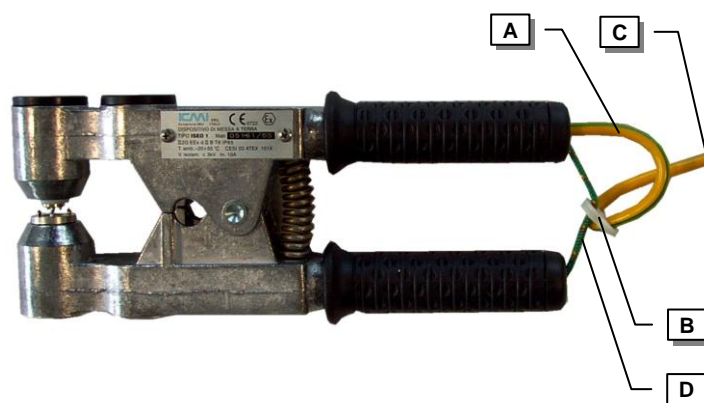

Fig. 2
- il tratto sporgente dal manico e fino all'"occhiello antistrappo" faccia una leggera ansa (ved. A in fig. 2)
- il tratto da foro a foro "occhiello antistrappo" sia teso (ved. B in fig. 2)
VERIFICARE il corretto funzionamento del sistema antistrappo tale che, tirando il tratto di cavo libero (ved. C in fig. 2), si tensioni la fune (ved. D in fig. 2) e non il tratto A (ved. Fig. 2) di cavo.